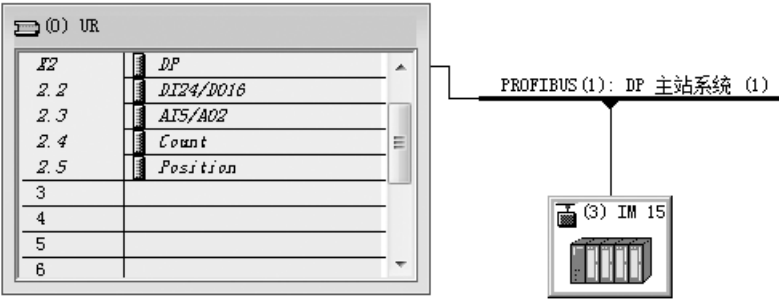

图 12-119 硬件组态
1) 用 STEP 7 新建项目。命名为“ALARM1”，在硬件组态界面中，先后插入机架“RACK”和 CPU314C-2DP。再新建 PROFIBUS-DP 网络，插入从站模块 IM153-1 和模拟量模块 SM331。硬件组态如图 12-119 所示。